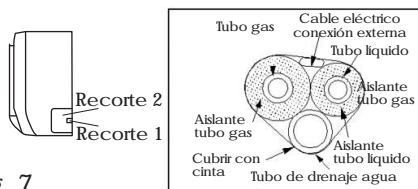

Fig. 7
1. Al enrutar el tubo y el cable de la izquierda o derecha de la unidad, corte los recortes del armazón si es necesario (véase Fig. 7):